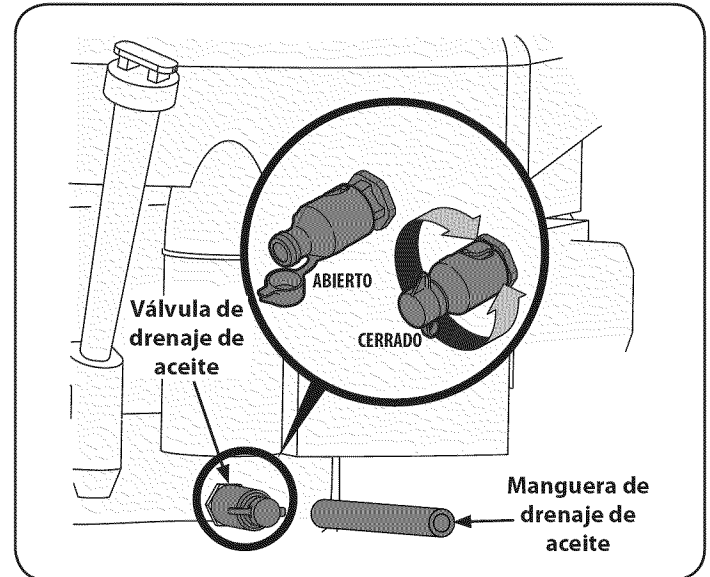

Figura 23
2. Localice la válvula de drenaje en el lado izquierdo del motor. Consulte la Figura 23.
3. Pop abrir la tapa protectora en el extremo de la válvula de drenaje de aceite para exponer el orificio de drenaje. Refiérase a la Figura 23. Retire el tapón de llenado / varilla de medición del tubo de llenado de aceite.